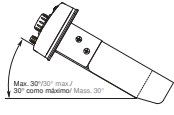

Figure 2 / Figure 2 / Figure 2 / Figure 2
5. Install the unit within 30° of the horizontal plane. (Figure 2)
5. Installez l'appareil dans un rayon de 30° maximum par rapport à l'horizontale. (Figure 2)
5. Instale la unidad dentro de un ángulo de inclinación de 30° del plano horizontal. (Figure 2)
5. Installare l'unità entro 30° dal piano orizzontale. (Figure 2)